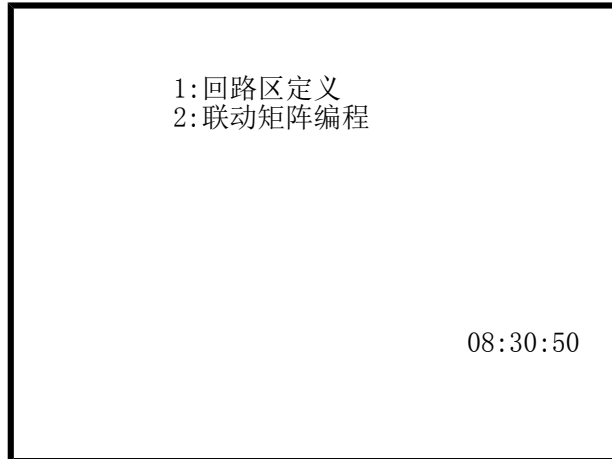
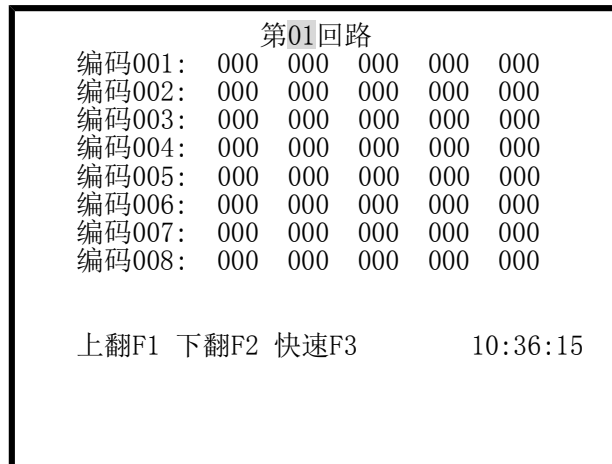
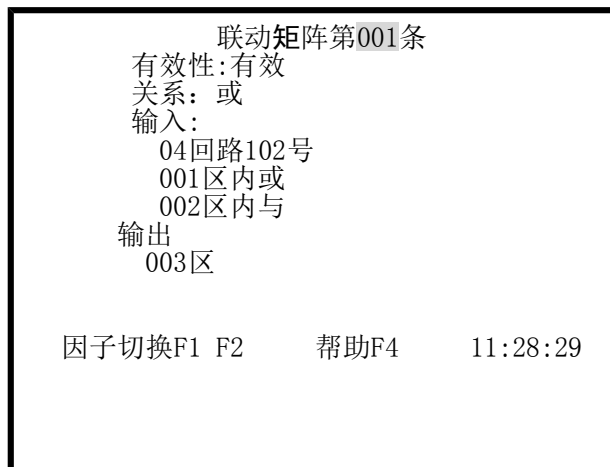

图22
图23
图25
在二级编程菜单中按“4”键，进入“联动控制编程”菜单，显示如图22：
见图22，按“1”键进入“回路区定义”菜单，显示如图23：
见图22，按“2”键进入“联动矩阵编程”菜单，显示如图25：
- 在图25光标处输入数字（001---255），进入整条联动矩阵编程。
- 图25表示“04回路102号、001区内或、002区内与”三条联动关系中有一条成立，则输出栏中“003区”内的设备动作。